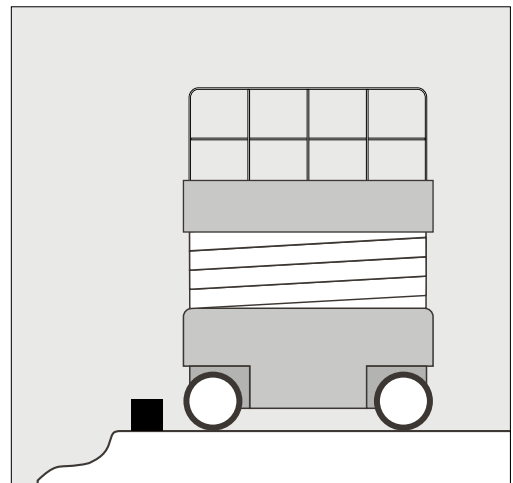

Bild 3: Absturzkanten sind mit einem stabilen Anfahrtschutz zu sichern.
9. Sind beim Einsatz von mobilen Hubarbeitsbühnen (Kategorie 3a und 3b) die **Absturzkanten** am Einsatzort gesichert? (Bild 3) ja nein